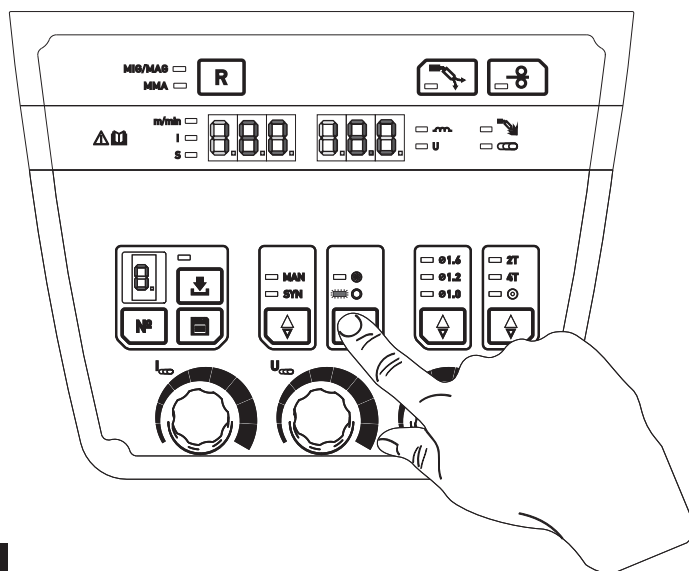

рис. 6.5
6.2.3. Кнопкой 7 выбрать характеристику сварочной проволоки (сплошная или порошковая) (рис.6.5). Нажатием кнопки переключателя загорается соответствующий индикатор 6.